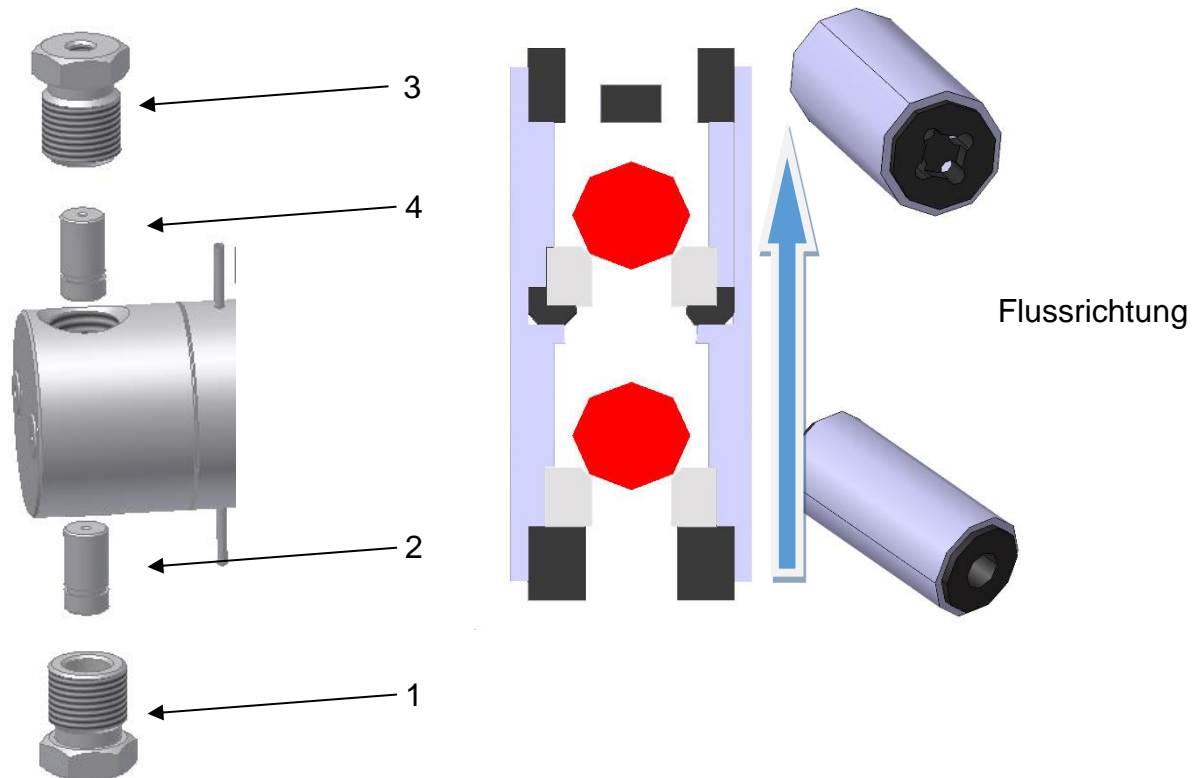

Abb. 4-3 Prüfung der Kugelventile
- b) Entfernen der Buchse auf der Einlassseite (Pos. 1, Abb. 4-3) mit einem 13-mm Schlüssel und die unteren Kugelventile (Pos. 2, Abb. 4-3) mit der Buchse herausnehmen.
- d) Entfernen der Buchse auf der Auslassseite (Pos.3 , Abb. 4-3).
- e) Die oberen Kugelventile mit einer Pinzette herausnehmen (Pos. 4, Abb. 4-3).
Achtung: Um die Funktion der Kugelventile zu gewährleisten, ist unbedingt die Richtung der Kugelventile beachten. Die Markierungsnut der Kartusche muss sich auf der unteren Seite befinden. (s. Abb. 4-3).